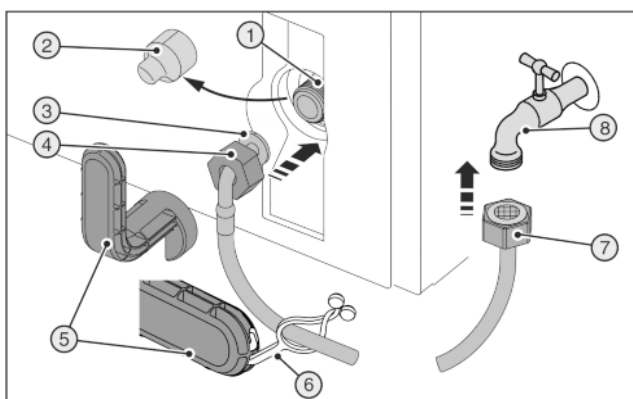
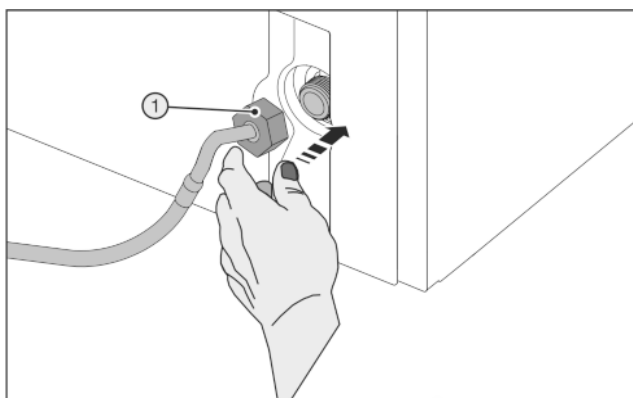

Fig. 48
Fig. 49
Zlomený pomocný nástroj Fig. 48 (5)!
- Používejte pomocné nástroje Fig. 48 (5) výhradně při pokojové teplotě.
- Stáhněte kryt Fig. 48 (2).
- Usnadněná montáž: Rovný konec hadice Fig. 48 (7) položte doleva na podlahu.
- Matici Fig. 48 (4) posuňte přes zahnutý konec hadice Fig. 48 (3) až na konec a držte.
- Nasadte opatrně matici Fig. 49 (1) a dvěma prsty ji rovně našroubujte na závit, až je dosaženo bezpečné usazení.
- Matici Fig. 49 (1) utahujte pomocným nástrojem Fig. 48 (5) ve směru hodinových ručiček, až je dosažen maximální utahovací moment a pomocný nástroj Fig. 48 (5) se přetáčí.
- Našroubujte matici Fig. 48 (7) na uzavírací kohout Fig. 48 (8).
- Matici Fig. 48 (7) utahujte pomocným nástrojem Fig. 48 (5) ve směru hodinových ručiček, až je dosažen maximální utahovací moment a pomocný nástroj Fig. 48 (5) se přetáčí.
- Otevřete uzavírací kohout Fig. 48 (8) na přívodu vody a proveďte těsnost celého vodního systému.
- Zahákněte styčnick Fig. 48 (6) do pomocného nástroje Fig. 48 (5) a upevněte k uschování na nerezové hadici.